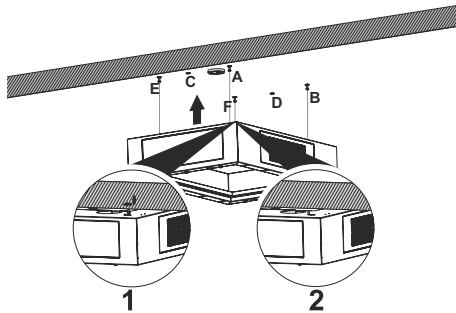

Abb. 7
- 3.** Die Motorbox an die Schrauben der Punkte A,B,E,F in die Langlöcher einhängen (Abb. 7/1 und in der Pfeilrichtung (Abb. 7/1 drücken.
Stellen Sie sicher, dass die Motorbox an den Langlöcher sitzt.(Abb. 7/2)